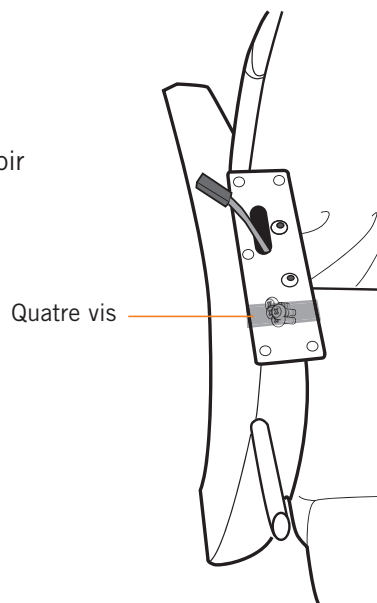

Fig.5
1. Retirez les quatre vis collées avec du ruban sur le dessus de l'accoudoir droit (Fig.5).